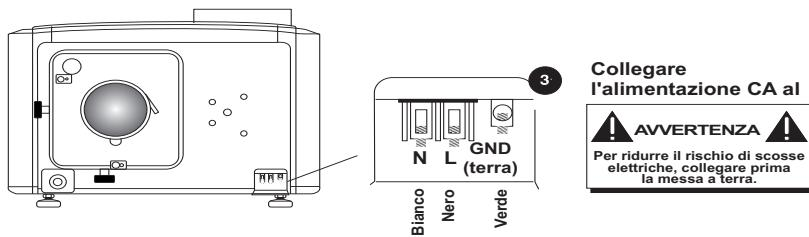

Figura 2-15 Procedura per collegare l'alimentazione CA al blocco terminale
- Collegare la sorgente di alimentazione CA al blocco terminale, iniziando prima dal cavo di terra. Vedere **Figura 2-15** per i dettagli del cablaggio. Stringere le viti in modo saldo.